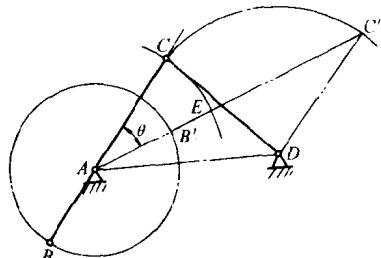

图 20
(1) 按 $\mu_l = 0.002 \text{m/mm}$ 作图, 如图 20 所示;根据 $\theta = 180^\circ(k-1)/(k+1)$, 可求出 $\theta = 30^\circ$, 以 AC 为一边, 作 $\angle C'AC = 30^\circ$, 与以 D 为圆心, 以 DC 长为半径所作的圆弧交于 C' 点;